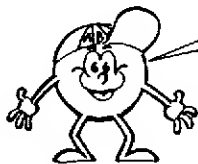

Fig. 8
- **FIG. 8** - Diagrama básico de instalação do ALARME. Vamos detalhar os procedimentos, item por item, que é para ninguém alegar "falta de informações":